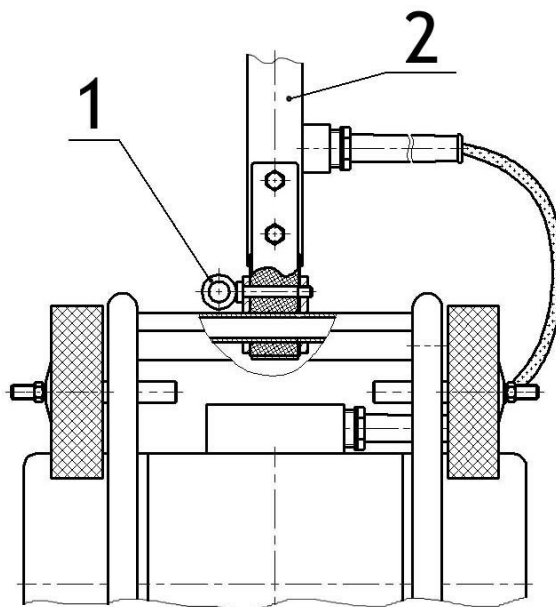

Рисунок 2. Виброуплотнители ВУ-05-45, ВУ-05-45Е, ВУ-11-75, ВУ-11-75Е
7.1 Перед началом работы виброуплотнителем необходимо открутить болт поз. 1 (рисунок 2), фиксирующий рукоятку управления поз. 2 в транспортном положении, перевести рукоятку управления в рабочее положение и вновь зафиксировать болтом.